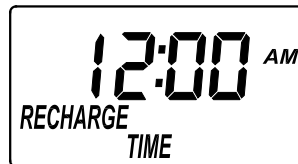

Рис.16
1. По завершении предыдущего шага на дисплее должна появиться надпись RECHARGE TIME (см. рис.16). В противном случае нажмите несколько раз кнопку выбора SELECT, пока она не появится.